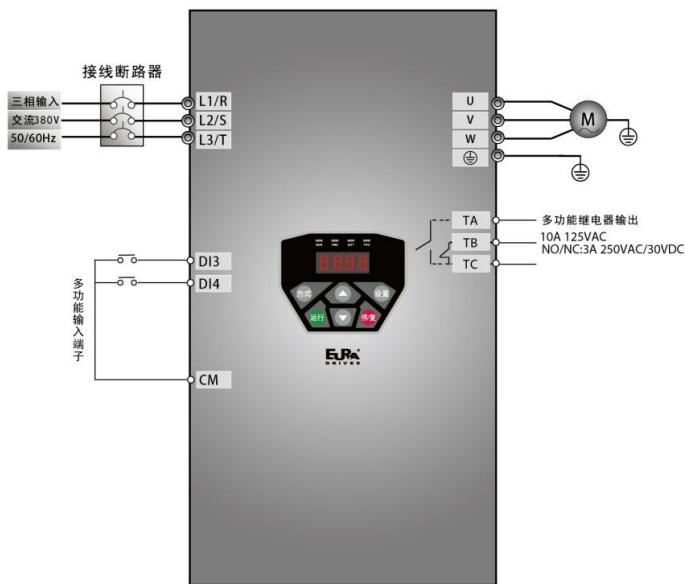

图 5-2 接线图 2
- (1) 按图 5-2 配线，检查接线正确后，合上空气开关，变频器上电；